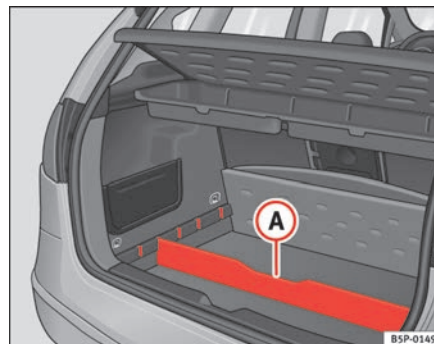

Abb. 106 Trennelement des Gepäckraumbodens ▶
- Das Trennelement **A** ⇒ Seite 144, Abb. 106 je nach Größe der zu transportierenden Gegenstände in die seitlichen Schlitz einsetzen. Unter dem Fach befinden sich das Bordwerkzeug und das Ersatzrad.